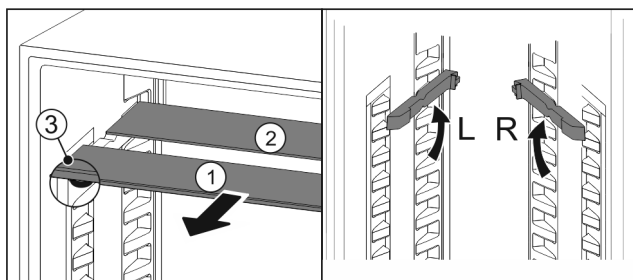

Fig. 53
- Steklene plošče posamično izvlecite Fig. 53 (1) naprej.
- ▷ Steklена plošča Fig. 53 (1) z okrasno letvijo je spredaj.
- ▷ Zaustavljalniki Fig. 53 (3) so obrnjeni navzdol.